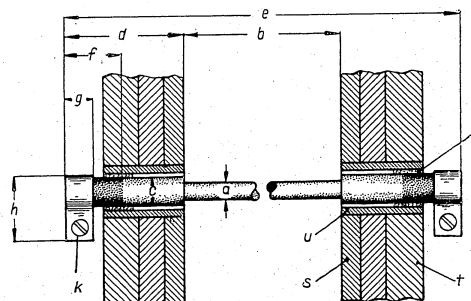

Abbildung 2. Normaler waagerechter Stabeinbau
2. das Maß b in Abbildung 2 möglichst genau mit der Glühlänge des Stabes übereinstimmt;